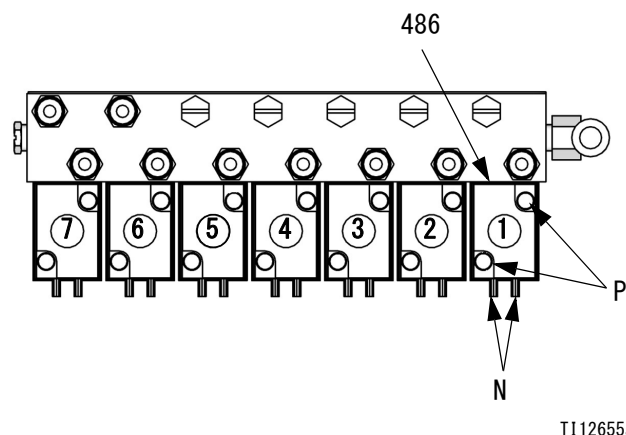

図 31: RoboMix ソレノイド
4. 2 つのネジ (P) を取り外し、ソレノイド (486) を取り外します。図 31 および表 8 を参照してください。